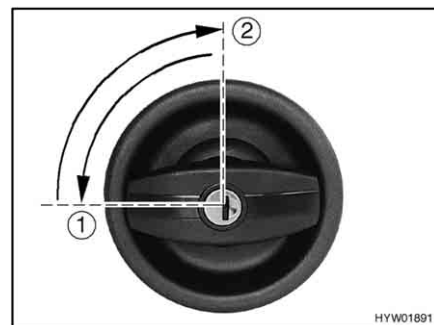

Fig. 11 Serratura della porta di ingresso, lato esterno, bloccata
- Inserire la chiave nel cilindro della serratura e girare in senso antiorario di un quarto di giro (Fig. 11,1).
- Riportare la chiave in posizione centrale (Fig. 11,2) ed estrarla.